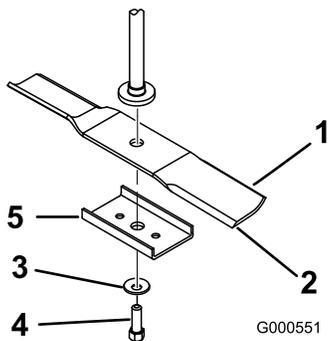
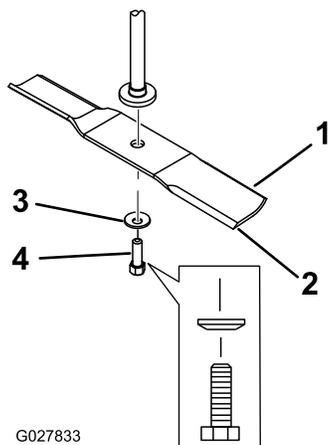

Figura 61
Figura 62
2. Retire el refuerzo de la cuchilla (carcasas de 81 cm solamente), el perno de la cuchilla, la arandela curva y la cuchilla del eje (Figura 61 y Figura 62).
- Instale la cuchilla en el eje (Figura 62).
- Instale el refuerzo de la cuchilla (modelos de 81 cm solamente), la arandela curva (con la copa hacia la cuchilla) y el perno de la cuchilla (Figura 62).